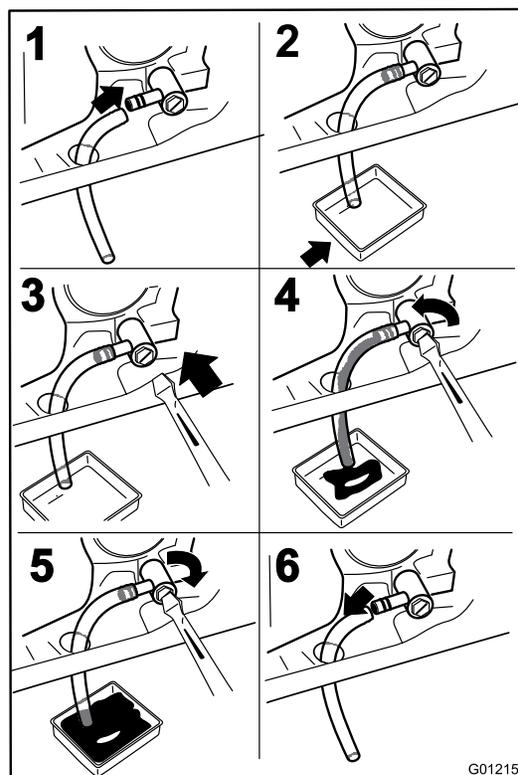

Figura 29
4. Pare el motor, retire la llave y espere a que se detengan todas las piezas en movimiento antes de abandonar el puesto del operador (Figura 29).